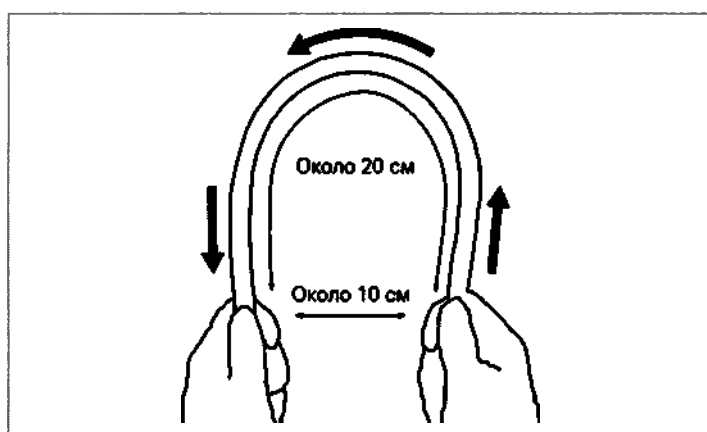

Рис. 3.7
8. Двумя руками согните вводимую трубку в дугу, как показано на Рис. 3.7. Скользящими движениями перемещая вводимую трубку в направлении стрелки на Рис. 3.7, убедитесь, что она плавно и легко сгибается в дугу по всей длине.